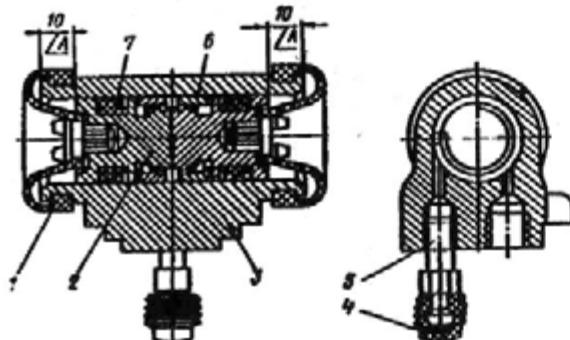

Рис. 249. Колесный цилиндр заднего тормоза:
1. При установке колодок с новыми фрикционными накладками поршни 2 (рис. 249) вверните в колодки б до ощущимого упора и сдвиньте поршни до упора один в другой, выдержав размер А. Сдвиг производите легкими ударами молотка через деревянную оправку.
5. Снимите защитные резиновые колпаки 1 (см. рис. 249) с колесного цилиндра и отверткой, вставленной в паз опорного стержня, выверните поршни, врашая их против часовой стрелки, и выпустите из полости цилиндра.
8. Наденьте резиновые защитные колпаки и вверните клапан выпуска воздуха. При отсутствии специальных приспособлений для сборки колесных цилиндров после операции, описанной в пункте 3, поршень с колышком запрессуйте на ручном прессе (или легкими ударами молотка через деревянную оправку) до упора поршней один в другой, выдержав размер А (рис. 249).